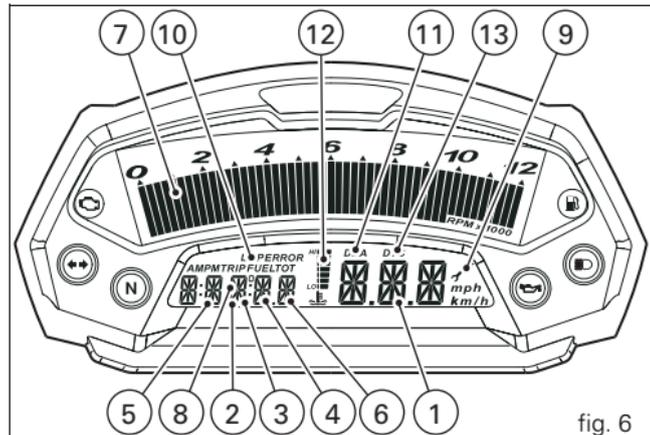

fig. 6
9) **Indicador de manutenção preventiva** (fig. 6).
10) **Função LAP** (fig. 6).
11) **Função DDA**(fig. 6).
12) **Indicador da temperatura do óleo** (fig. 6).
13) **Controlo de tracção (DTC)** (fig. 6).